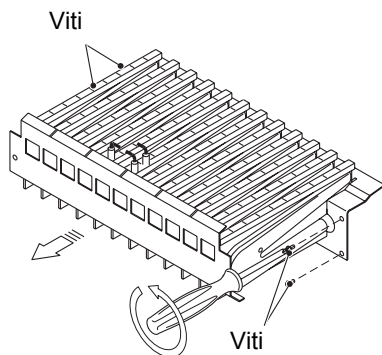

Figura 8.1 Bruciatore
- 3 Togliere il pannello anteriore della camera di combustione ed il bruciatore in **Figura 8.1**